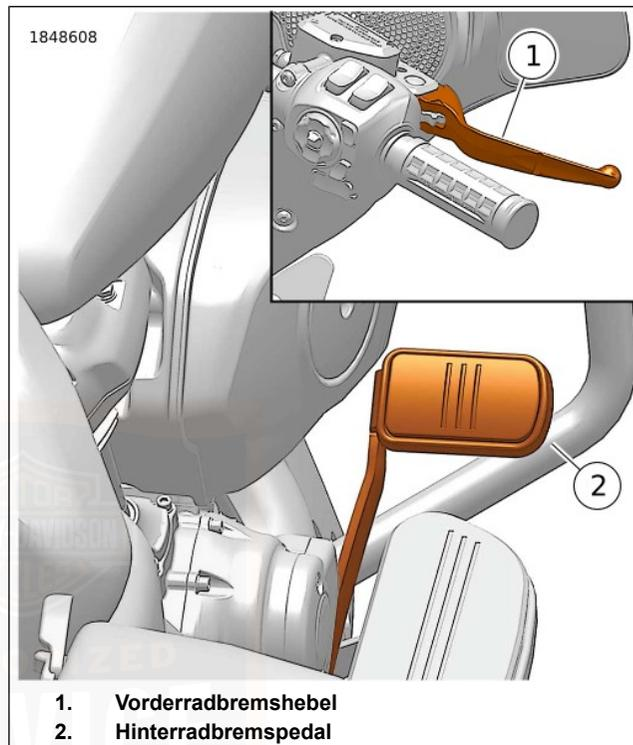

Abbildung 57. Bedienungselemente für Bremsen
Siehe Abbildung 57. Mit dem Vorderradbremsehebel (1) wird die Vorderradbremse betätigt. Der Hebel befindet sich am rechten Lenker. Den Handhebel mit den Fingern der rechten Hand betätigen.
Siehe Abbildung 57. Mit dem Hinterradbremsepedal (2) wird die Hinterradbremse betätigt. Das Pedal befindet sich auf der rechten Seite. Das Hinterradbremsepedal mit dem rechten Fuß betätigen.